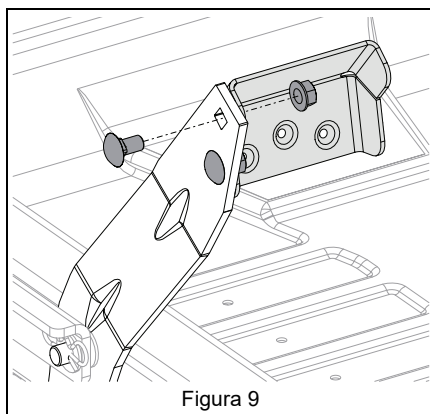

Figura 9
Vedere Figura 9.
2. Ruotare il pedale come mostrato in Figura 9 e fissarlo all'unità con la bulloneria rimossa alla fase 1.